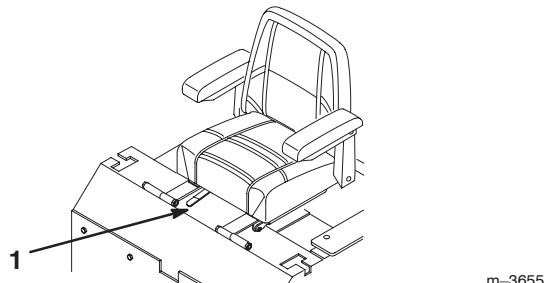

Figure 20
- Poussez le levier de réglage sur le côté pour débloquer le siège (Fig. 20).